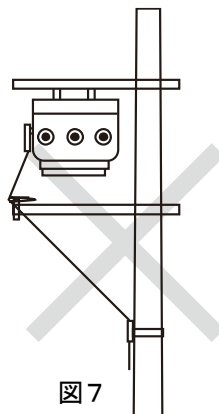

図7
- ⑤入切操作がスムーズにできない可能性がありますので、操作用ロープがジグザグになる場合は、ロープ支持金具は使用しないでください。(図7)